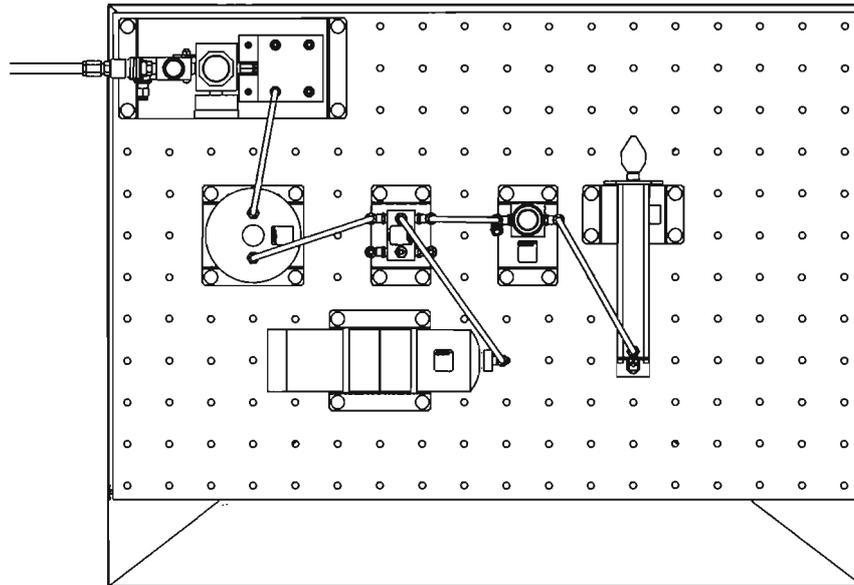

Figura 1-33. Diagrama de conexión de un circuito utilizando un conducto largo y un acumulador.
- 8. Cierre la válvula de interrupción y modifique el circuito para agregar un acumulador en la proximidad del cilindro como se muestra en la Figura 1-32. Consulte el diagrama de conexión mostrado en la Figura 1-33 para realizar sus conexiones.
- 20. Cierre la válvula de interrupción y modifique el circuito para agregar un acumulador en la proximidad del cilindro como se muestra en la Figura 1-32. Consulte el diagrama de conexión mostrado en la Figura 1-33 para realizar sus conexiones. Utilice la válvula de control de flujo en lugar del dispositivo de conducto largo.